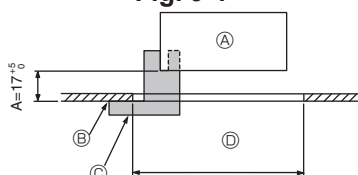
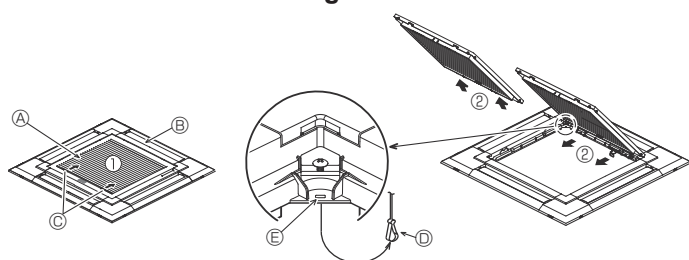
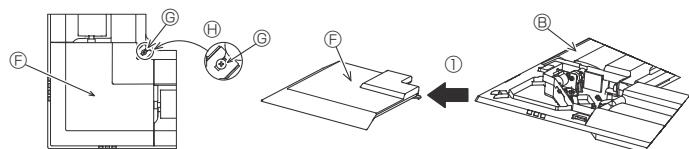

Fig. 9-2
Fig. 9-3
Fig. 9-4
①	Dimensiones de la rejilla	1	950 × 950 (mm)
②	Calibre de instalación	1	(Dividido en 4 partes)
③	Tornillo (4 × 16)	1	Para PLP-6EAE, PLP-6EALME2
④	Panel angular del i-see sensor	1	Para PLP-6EAE, PLP-6EALME2
⑤	Controlador remoto inalámbrico	1	Para PLP-6EALM2, PLP-6EALME2
⑥	Soporte del controlador remoto	1	Se incluye si la unidad dispone del mando a distancia inalámbrico. *
⑦	Pilas LR6 AA	2	Se incluye si la unidad dispone del mando a distancia inalámbrico. *
⑧	Tornillos roscados de 3,5 × 16	2	Se incluye si la unidad dispone del mando a distancia inalámbrico. *
9.2. Preparación para conectar la rejilla (Fig. 9-2)
- Con el calibre ② que se entrega con este equipo, ajuste y compruebe la posición de la unidad principal en relación con la superficie del techo. Si la unidad principal no está colocada en el techo de forma adecuada, podrían producirse escapes de aire o generarse condensación.
- Ⓒ Calibre de instalación ② (insertado en la unidad principal)
9.2.1. Extracción de la rejilla de admisión (Fig. 9-3)
- Deslice las palancas en la dirección indicada mediante la flecha ① para abrir la rejilla de admisión.
- Con la rejilla de admisión en posición "abierta", extraiga la bisagra de la rejilla de admisión de la rejilla tal y como se indica mediante la flecha ②.
9.2.2. Extracción del panel angular (Fig. 9-4)
- Afloje los 4 tornillos de la esquina. Deslice el panel angular en la dirección indicada por la flecha ① de la imagen y retírelo.
[Fig. 9-3] [Fig. 9-4]